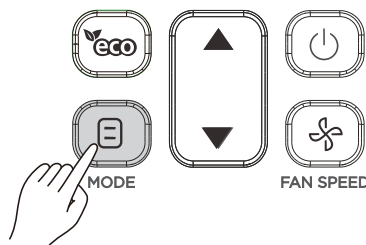

Figura 12
1. Pressione (consulte a Figura 12). A tela do visor mostra o modo de operação;